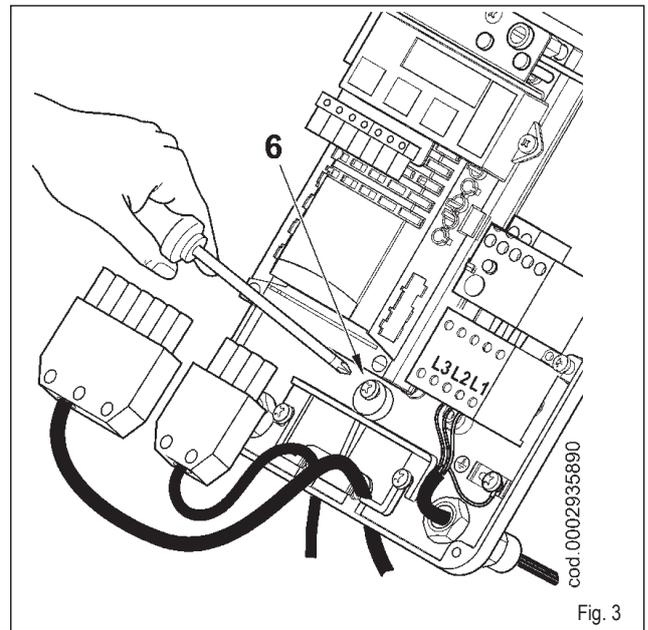

Fig. 3
- 图3，将电缆压板（3）放回原位，旋转凸轮（6）使压板压紧二跟电缆。然后拧紧压板，固定螺丝，最后插上7孔和四孔插头。
- 3) 完全松开螺母 (6)，锁紧螺丝 (7)，将燃烧头移动到 (8) 的位置，(参考图3)。